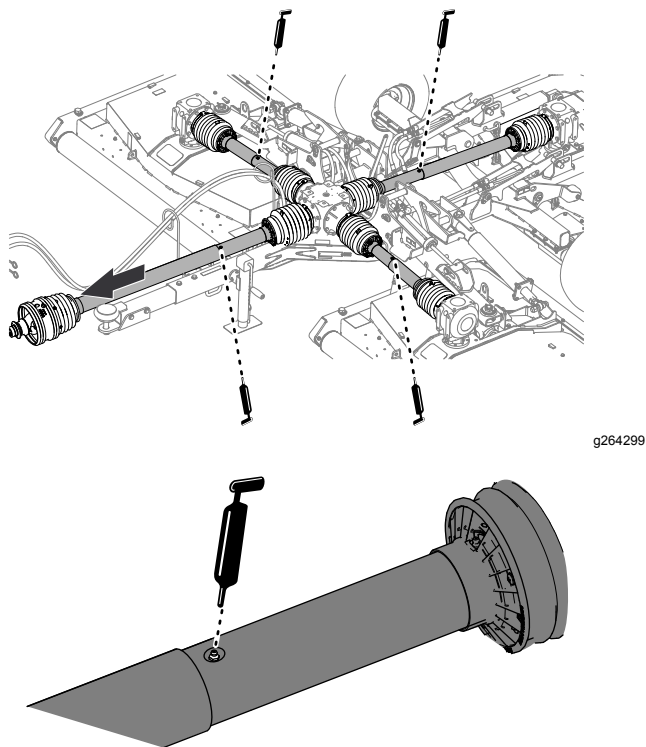

Figura 43
1. Estendete parzialmente l'albero di trasmissione della PDF per accedere al raccordo di ingrassaggio vicino alla parte centrale della protezione interna dell'albero di trasmissione (Figura 43).
2. Applicate il grasso ai 4 raccordi di ingrassaggio per i giunti degli alberi di trasmissione telescopici, come illustrato nella Figura 43.